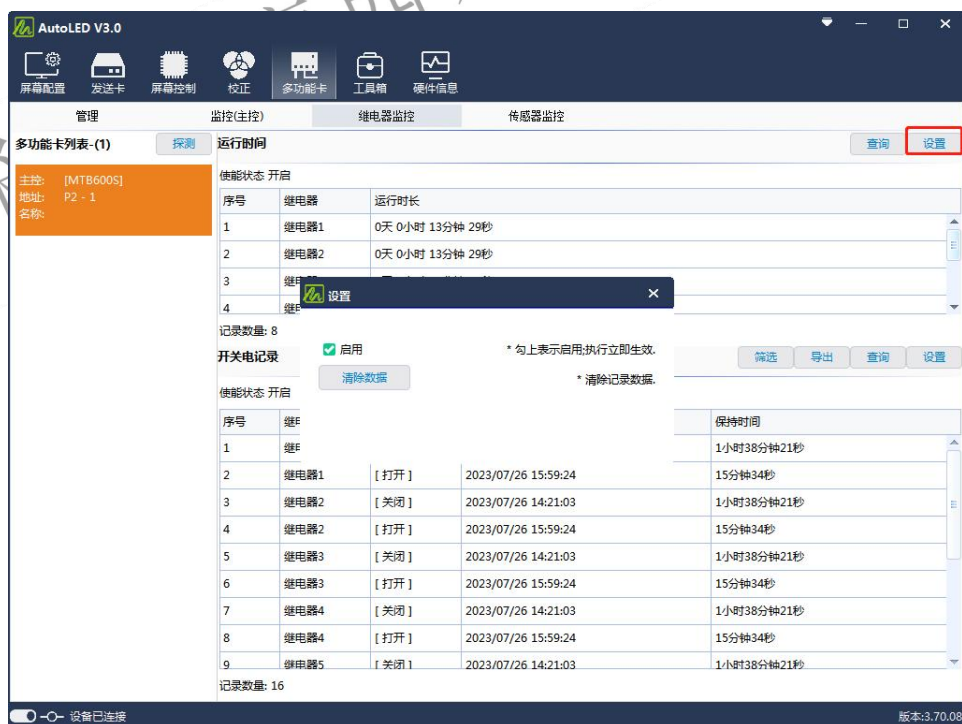

图 7-3-2 运行时间查询所示图
- (1) 探测多功能卡列表，选择对应多功能卡。
- (2) 运行时间查询：点击“运行时间—设置”，勾选“启用”，开启使能，点击“清除数据”则会清除浏览数据，点击“运行时间—查询”即可查询继电器运行时间。如图 7-3-2 所示。